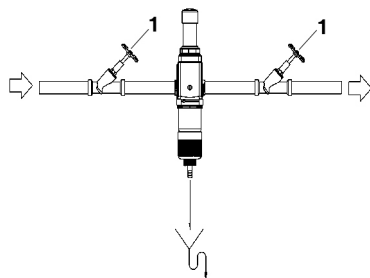

Figure 19. Remplacement cartouche I
1. Fermer les vannes d'arrêt (1) en amont et en aval de l'appareil (cf. Figure 19).